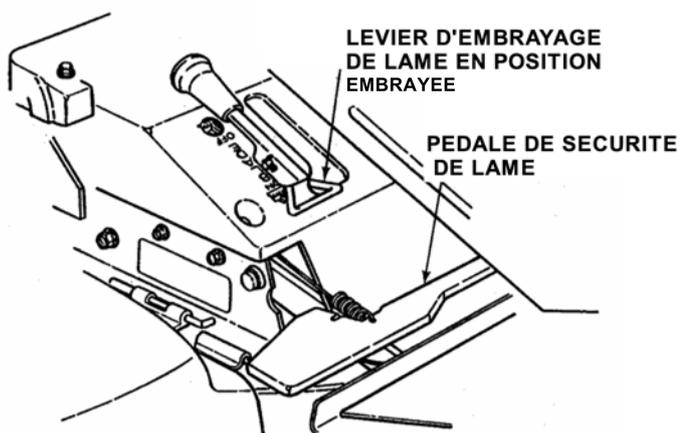

FIGURE 2.10
2. Amenez le levier d'embrayage de la lame en position embrayée (ON) puis enfoncez la pédale de sécurité de lame pour maintenir le levier dans sa position. Voir figure 2.10.